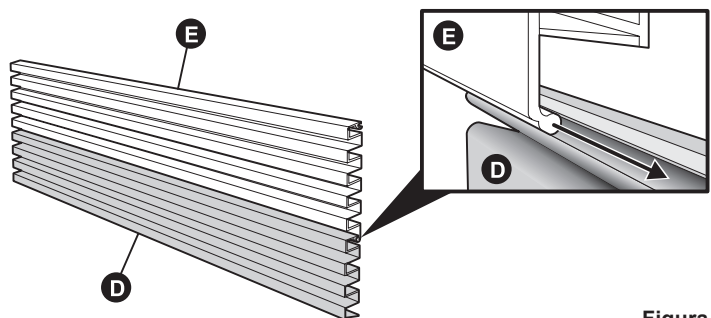

Figura 2
2. Deslice la parrilla grande (E) dentro de la parrilla pequeña (D) para unir las. Vea la figura 2. Asegúrese de que los extremos queden al ras, y luego únalos con cinta para evitar que las piezas se deslicen.